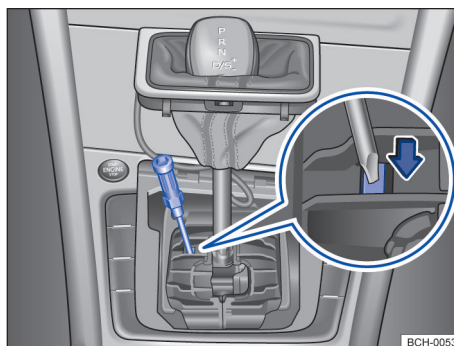

Fig. 96 Desmontar la cubierta de la palanca selectora y desbloquear el bloqueo de la palanca selectora de emergencia.
- Con ayuda de un destornillador, presionar cuidadosamente la palanca de desbloqueo en el sentido de la flecha y mantenerla en esa posición → fig. 96.